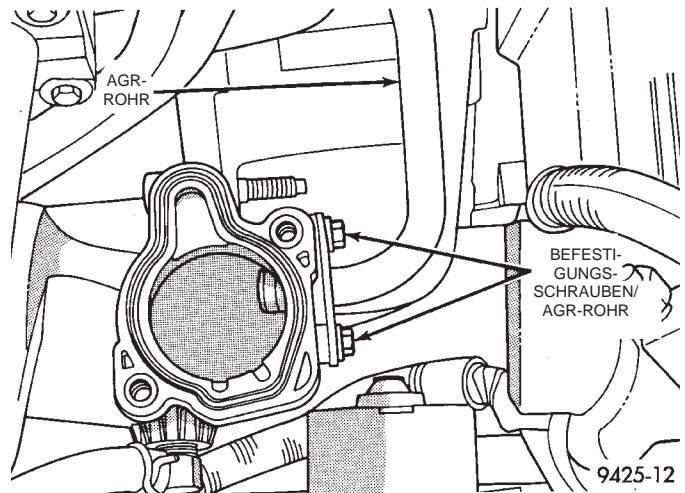

Abb. 10 Stehbolzen/AGR-Rohr
(1) Die Schrauben herausdrehen, mit denen das AGR-Rohr am Ansaugkrümmer befestigt ist (Abb. 10).
(2) Die Schrauben zur Befestigung des AGR-Rohrs am AGR-Ventil herausdrehen.
(3) Das AGR-Rohr abnehmen. Die Dichtfläche am AGR-Ventil reinigen. Die Gummitülle am Ansaugkrümmer sauberwischen.